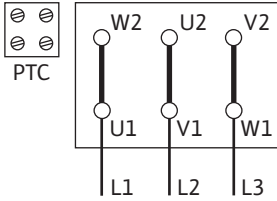

Fig. 14: Δ devresi
- Elektrik şebekesi bağlantısı, P2 motor gücüne, şebeke gerilimine ve açma türüne bağlıdır. Klemens kutusundaki bağlantı köprüleri için gerekli devreleme aşağıdaki tablo ile Fig. 14, 15 ve 16'ya göre gerçekleştirilmelidir.